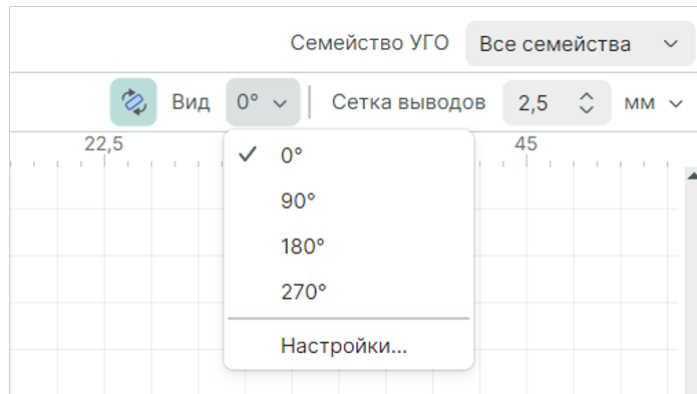

Рис. 191 Настройка типов отображения УГО
5. Раскройте выпадающий список «Вид» и выберите тип отображения представления УГО, Рис. 191.